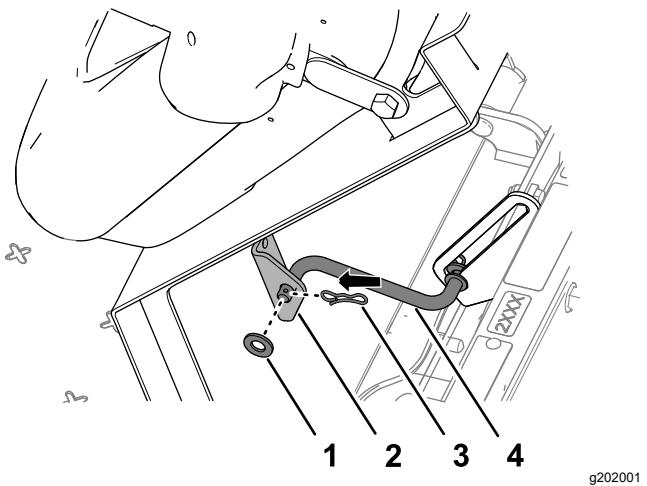

Figura 107
- Sujete la varilla de sujeción al soporte del asiento con una arandela y una chaveta (Figura 107).